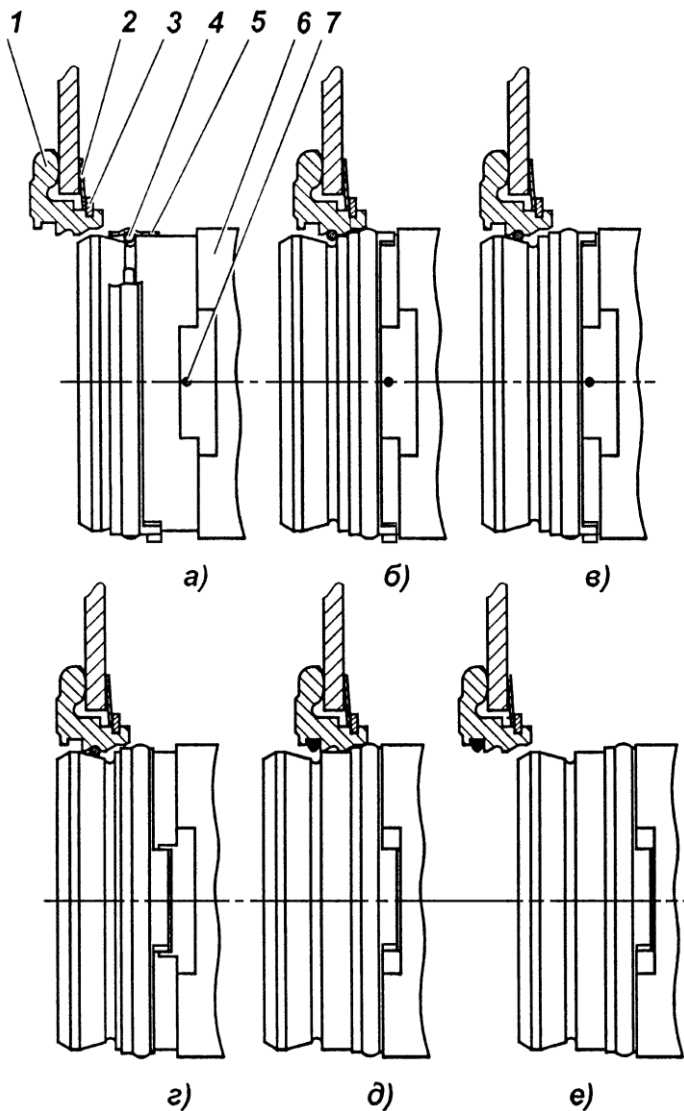

Рис.6. Основные положения запорного устройства:
Конструкция запорного устройства механизма выключения сцепления требует выполнения особых правил установки коробки передач на двигатель. Основные положения запорного устройства показаны на рис. 6.
4. Переместить муфту выключения сцепления к упорному кольцу до упора, для чего с помощью технологического рычага повернуть вал вилки выключения сцепления против часовой стрелки. Пружинное кольцо при этом попадает в фасонную канавку упорного кольца (положение "б", рис. 6).
4. Совместить полукруглый паз на муфте выключения сцепления в передней ее части с выступающим усом предохранительного кольца 6 (рис. 6) и, утопив его каким-либо предметом, удерживать в утопленном положении через центральное отверстие муфты выключения сцепления.